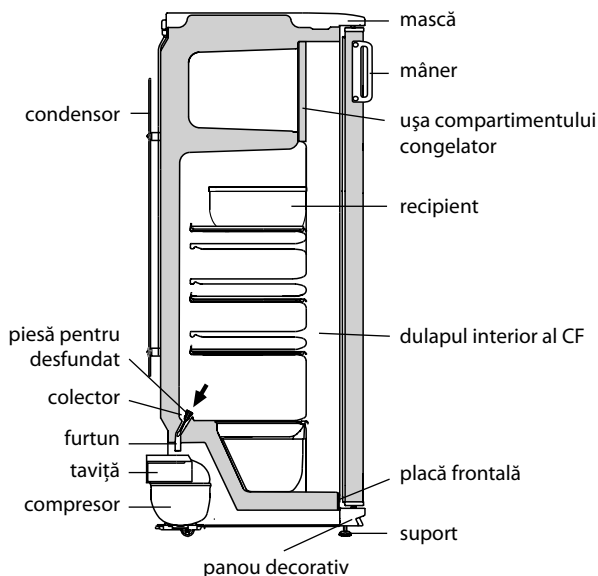

Figura 4 – Schema scurgerii apei rezultate în urma topirii din CF
2.2.1 În CF se folosește un sistem automat de dezghețare. Bruma, care apare pe pereții din spate al CF, după deconectarea compresorului care lucrează în ciclu, se topește și se transformă în picături de apă. Picăturile de apă rezultată în urma topirii se scurg în colector, apoi prin gaura acestuia și prin furtun – în tavița de pe compresor, în conformitate cu figura 4 și se evaporă. Gaura colectorului este dotată cu o piesă pentru prevenirea înfundării sistemului de drenaj.
Prezența apei în colector indică înfundarea sistemului de drenaj. Pentru eliminarea înfundării folosiți piesa corespunzătoare și curățați gaura colectorului, astfel ca apa să se scurgă liber în taviță, apoi spălați piesa și instalați-o în conformitate cu figura 4.
SE INTERZICE să utilizați frigiderul cu sistemul de scurgere înfundat. Apa care a apărut pe fundul CF sau care a ajuns în locul de alăturare a plăcii frontale și a dulapului interior al CF, în conformitate cu figura 4, poate provoca coroziunea dulapului exterior al frigiderului și elementelor agregatului frigorific, defectarea izolației termice, formarea crăpăturilor dulapului interior și defecțiunea frigiderului.
- să lăsați ușa frigiderului și ușa compartimentului congelator deschise. Pe raftul CF sub compartimentul congelator puneți un vas recipient pentru colectarea apei rezultate în urma topirii (de exemplu, sertarul pentru legume și fructe), în conformitate cu figura 4;